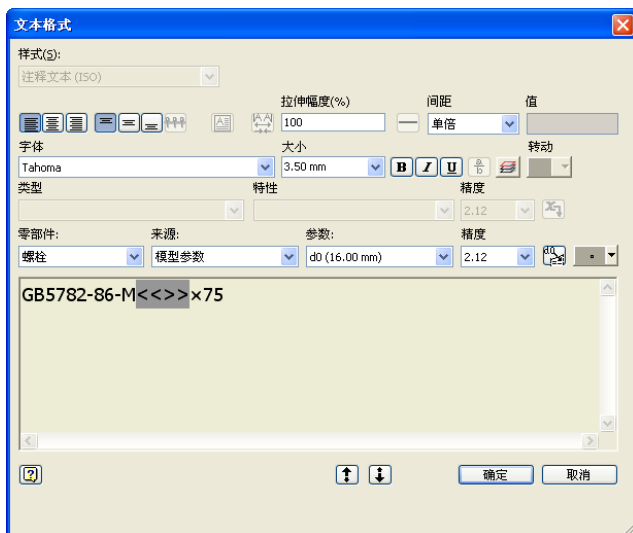

图 12-8 “文本样式”对话框
①单击【标注】标签栏【尺寸】面板中的【尺寸】工具按钮，然后选择螺杆的两条水平轮廓线，引出螺纹大径尺寸，创建该尺寸。
②在尺寸上单击右键，选择打开菜单中的【文本】选项，打开文本格式对话框以编辑尺寸文本，如图 12-8 所示，输入如图 12-8 所示的文本作为螺纹的尺寸标注。
③单击【确定】按钮完成文本的修改以及螺纹的标注。